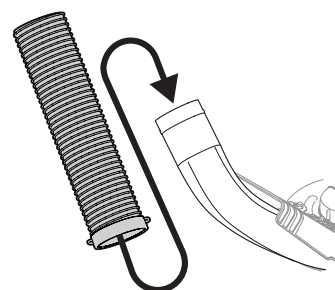

Figure 25
- Soulevez le tube par les poignées à son extrémité. Enfillez le tube sur le coude de goulotte, comme illustré à la Figure 25.